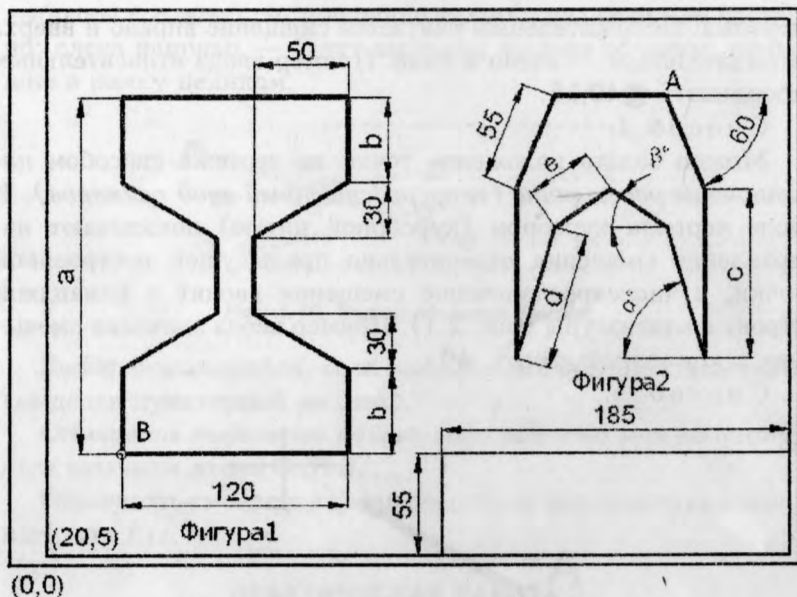

Рис. 2.2. Чертеж к практической работе 2
2.2. Используя способ абсолютных координат, с помощью примитива Line (Отрезок) вычертите контурную линию для формата А3 (рис. 2.2).
2.5. Используя способ относительных координат, вычертите Фигуру 1, изображенную на рис. 2.2.
2.6. Используя способ полярных координат, вычертите Фигуру 2, изображенную на рис. 2.2. Начните с точки А. Абсолютные координаты точки А(350,250). Размеры Фигуры 2 по вариантам приведены в табл. 2.1.